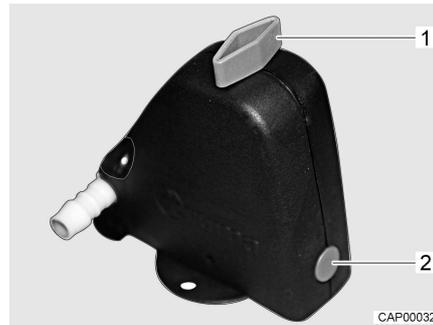
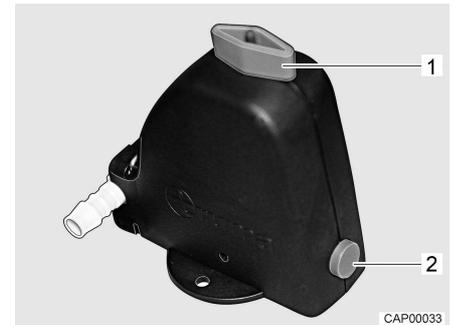

Bild 101 Sicherheits-/Ablassventil geschlossen
Bild 102 Sicherheits-/Ablassventil geöffnet
- Sicherheits-/Ablassventil (Bild 101) öffnen. Dazu Drehknopf (Bild 101,1) längs zum Sicherheits-/Ablassventil drehen. Der Druckknopf (Bild 101,2) springt heraus. Das geöffnete Sicherheits-/Ablassventil ist in Bild 102 dargestellt.